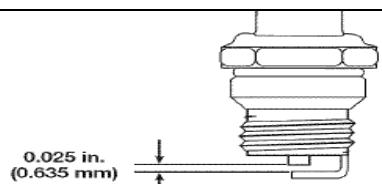

Рис. 31
5. Очистите поверхность в области крышки коромысел. Открутите винт, используемый для крепления крышки коромысла с помощью большой шлицевой отвертки или насадки Torx T-25 (Рис. 31). Снимите крышку коромысел и прокладку.
4. Замените свечу зажигания при наличии трещин, дефектов или избыточного загрязнения. Отрегулируйте зазор до достижения значения в **0,025 дюйма (0,635 мм)** с помощью щупа (Рис. 31).